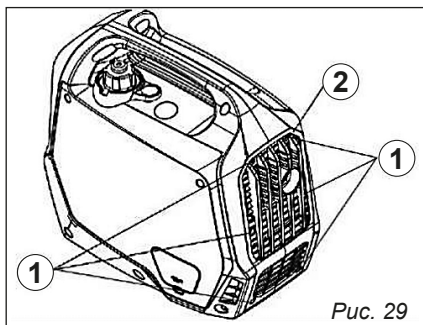

Рис. 29
1. Отвинтите винты (1), а затем потяните наружу на показанных участках крышки (2), рис. 29.